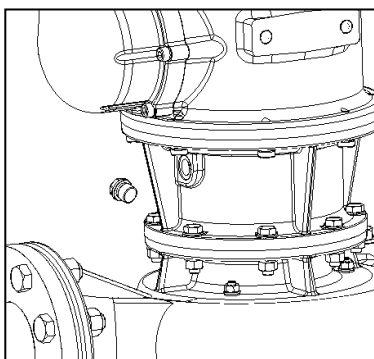

Abbildung 8
1. Verschlusschraube ausdrehen (Abbildung 8)